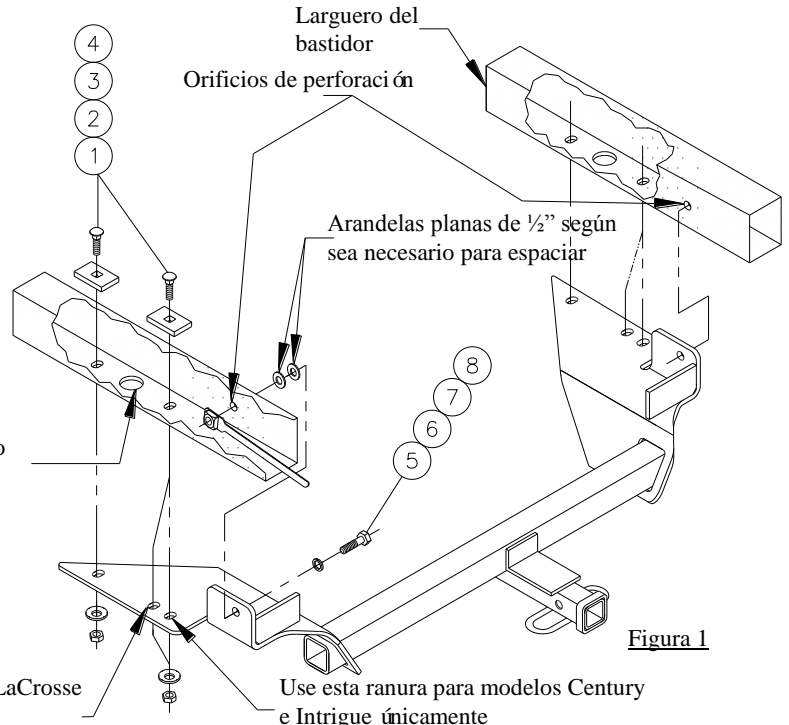

Figura 1
4. Levante el enganche a la posición y una con los pernos de carruaje según se muestra en la figura 1.